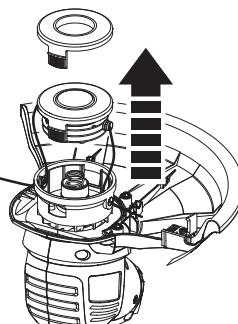

Fig. 19
- > Retire el carrete (14) de su alojamiento y deseche el tramo de hilo de corte (15) remanente (Fig. 19).